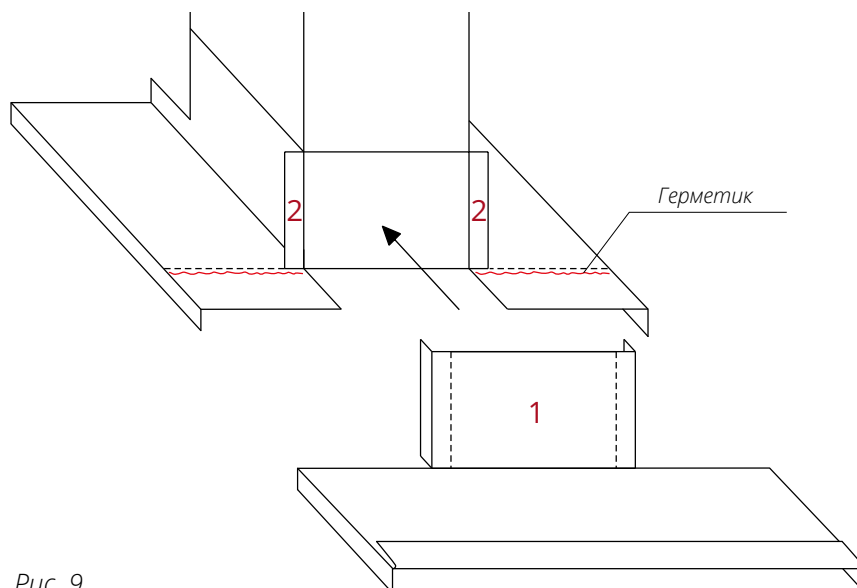

Рис. 9
- Соедините Планку верхнюю 1 одинарным фальцем к отгибам на панелях 2 (рис. 9). Закрепите планку к обрешетке саморезами 4,8\*29.